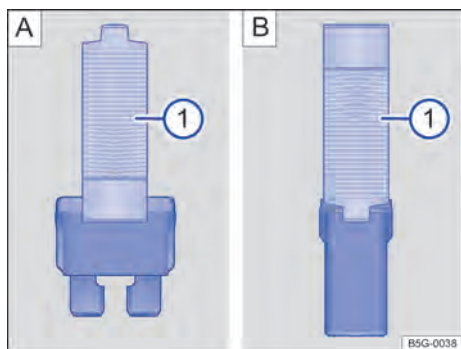

Fig. 162 Retirar o colocar el fusible con la pinza de plástico: **A**: fusible plano, **B**: fusible de bloqueo.
- De ser necesario, retirar la pinza de plástico → fig. 162 A 1 de la cubierta de la caja de fusibles.
- De acuerdo con la versión del fusible, colocar las garras adecuadas del alicate plástico → fig. 162 A 1 o → fig. 162 B 1 de forma lateral en el fusible.